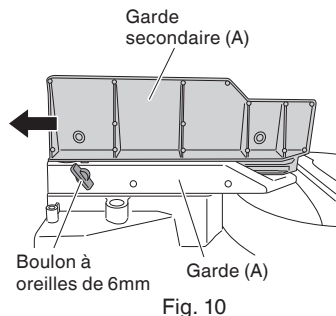

Fig. 10
Lors d'une coupe d'angle vers la droite, desserrer la vis papillon de 6 mm, puis faites glisser la garde secondaire (A) vers l'extérieur et retirez-la, comme le montre la Fig. 10.
5. Vérification de l'utilisation de la garde secondaire (B)